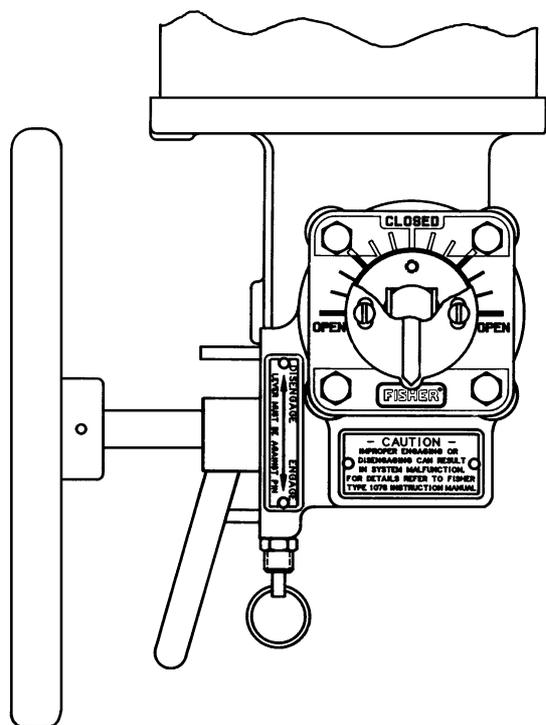

图4. 1078 型手动换档执行机构
**手轮执行机构:** 使用1078型手动可分离执行机构 (见图4) 可满足尺寸30至100的阀门的辅助或紧急操作 (见产品样本 61.8:1078)。